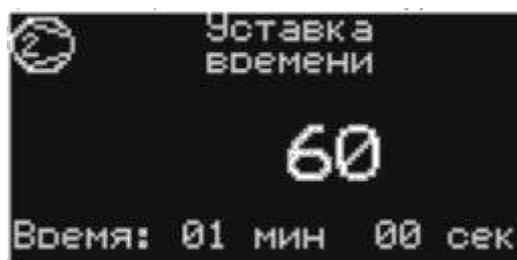

Рис. 9- Экран изменения уставки времени прохождения камеры
- для изменения значения уставки времени прохождения камеры нажмите клавишу ВВОД на экране изменения уставки времени прохождения камеры, отредактируйте значение нажатиями на клавиши ВВЕРХ или ВНИЗ и сохраните значение нажав клавишу ВВОД (см. Рис. 9);